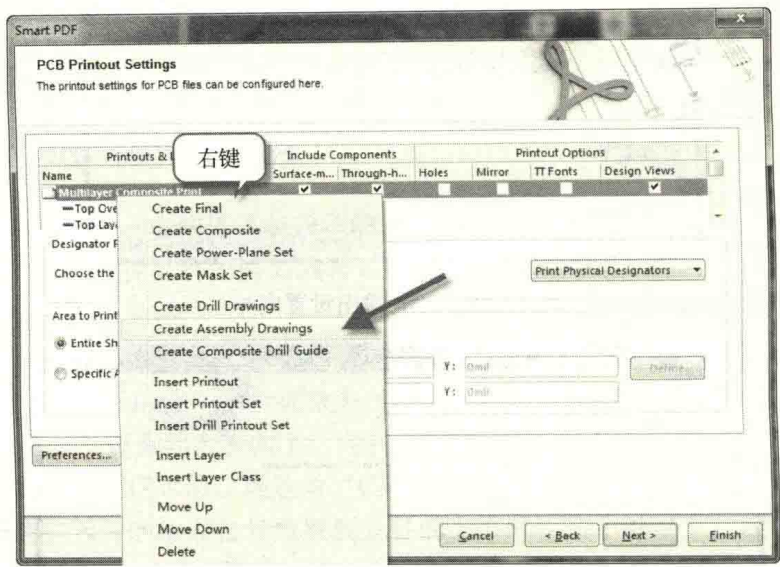

图 10-28 创建装配输出元素
(1) 在输出栏目条上单击鼠标右键，创建装配图输出，一般默认创建顶层和底层装配输出元素，如图 10-28 所示。